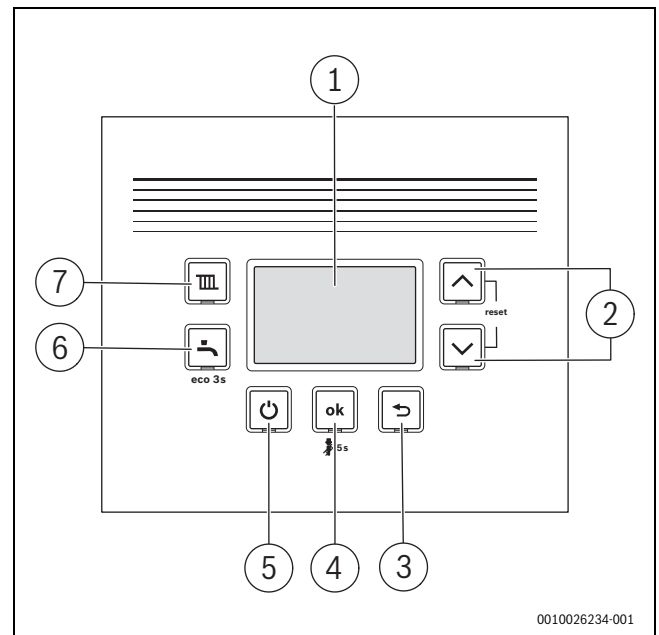

Bild 4 Bedienfeldübersicht
- ▶ Im normalen Betrieb Gerät mit der Taste  (→ Bild 4, [5]) ein-/ausschalten.